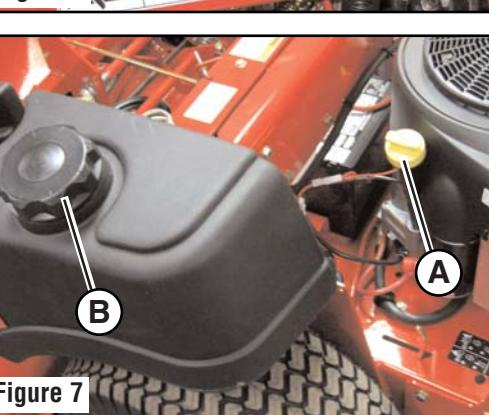

Figure 7
- Remove the oil fill cap (A, Figure 7). Wipe the dipstick, replace the cap, then remove and check the oil level. The oil level should be between the 'Full' and 'Add' marks on the dipstick.
- Remove the fuel cap (B, Figure 7).
- Retirer le bouchon de remplissage d'huile (A, Figure 7). Essuyer la jauge, remettre le bouchon place, puis le retirer et vérifier le niveau d'huile. Le niveau d'huile doit se trouver entre les repères « Full » et « Add » sur la jauge.
- Retirer le bouchon du réservoir de carburant (B, Figure 7).